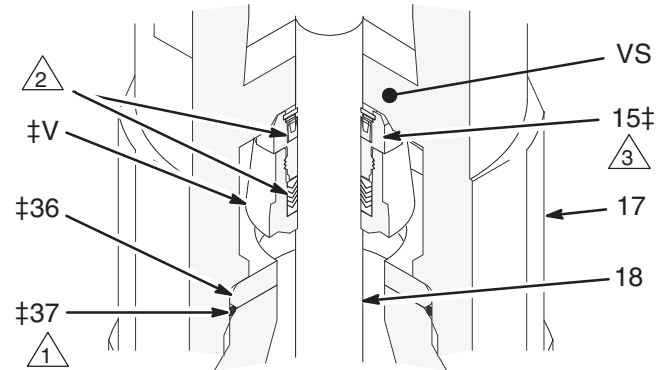

Fig. 5
6. Skruva loss intagsventilhuset (17) från cylindern (10). Dra av huset från pumpen. Intagsbackventilen (V, se Fig. 5) ska glida ner på matningskolvstången (18) när huset tas bort, knacka bestämt på husets (17) ovansida med en gummiklubba så att den lossnar om den inte glider med.
7. Dra ut intagssätet (36) och tätningen (37) ur underdelen av intagsventilhuset (17). Var försiktig så att du inte tappar backventilen (V) när den lossnar. Se Fig. 5.
1. Trä på intagsventilhuset (17) på matningskolvstången (18) med den jämna ytan på ventilstoppet (VS) vänd nedåt mot pumpintaget. Skruva på huset (17) på cylindern (10). Se Fig. 5 och 6.
2. Smörj in matningskolvstången (18) och trä sedan den förmonterade intagsventilen (V‡) på stången med tätmuttern (15‡) först. Tryck upp ventilenheten på stången så långt som möjligt. Knacka på matningskolvstången (18) med en gummiklubba så att ventilenheten går upp mot stoppet (VS). Se Fig. 5 och 6.
3. Intagssätet (36‡) är vändbart. Tryck in det i huset (17) så att det bottnar ordentligt. Smörj in tätningen (37‡) och montera den i fasnigen runt underdelen på sätet. Se Fig. 5.
- △3 Intagsbackventil (se Fig. 5).